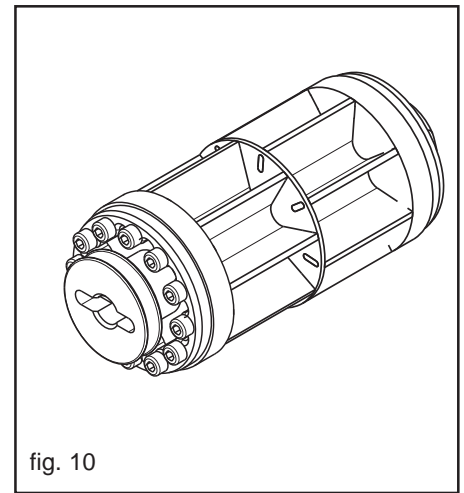

fig. 10
**Rouleaux doseurs** (Fig. 10)